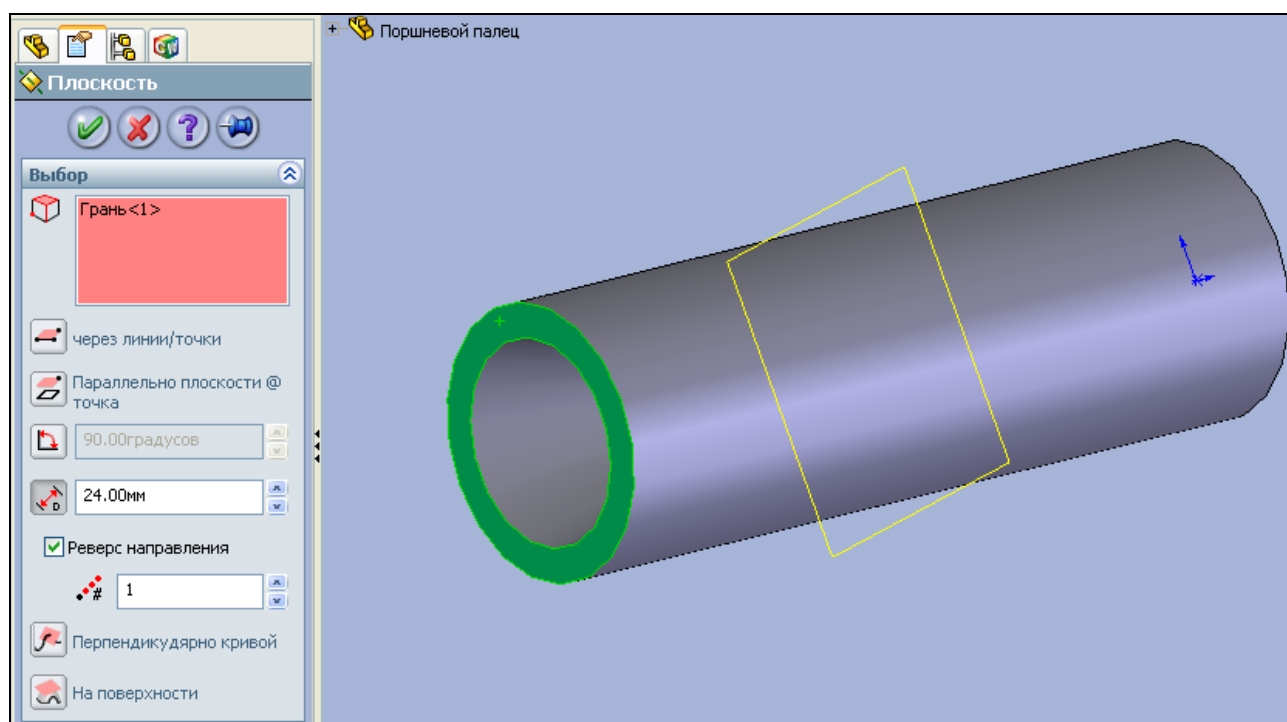

Рис. 5.2. Создание вспомогательной плоскости
4. Теперь перейдем к заданию нагрузок. Зададим нагрузку на поршневой палец со стороны шатуна. Эту силу необходимо взять из динамического расчета КШМ. Поскольку в каждый момент времени шатун воздействует только на часть поверхности поршневого пальца, то необходимо обозначить эту поверхность. Для этого перейдем в режим построения геометрической модели и создадим вспомогательную плоскость посередине поршневого пальца, выбрав инструмент  — **Плоскость** в панели инструментов **Справочная геометрия** или в главном меню **Вставка | Справочная геометрия | Плоскость**. Откроется диалоговое окно **Плоскость** (рис. 5.2). Сначала щелкните мышью на левый торец пальца. Появится вспомогательная плоскость, очерченная желтым контуром. Затем щелкните по кнопке **Расстояние смещения**  и в окне Расстояние задайте величину, равную половине длины поршневого пальца (в данном случае 24 мм). Если плоскость появилась левее поршневого пальца, то установите флажок у параметра **Реверс направления**. Проверьте корректность задания всех параметров и нажмите кнопку  **ОК**. Появится новая плоскость **Плоскость1**.